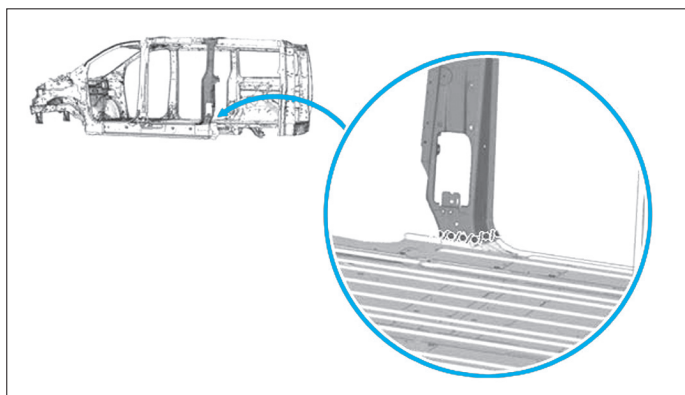

FIG. 68
- Appliquer une couche d'impression phosphatante sur la zone mise à nue (Fig.68).